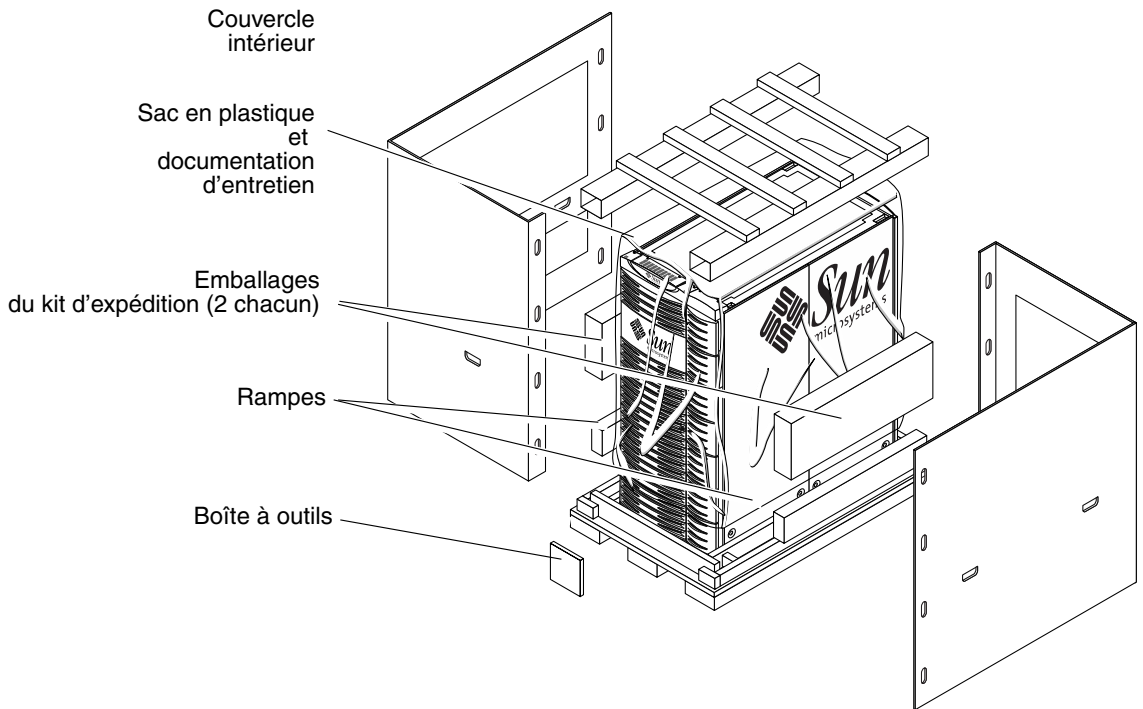

FIGURE 4-5 Emballage final et montage des cartons d'emballage extérieurs
7. Montez les cartons d'emballage extérieurs (voir FIGURE 4-5).